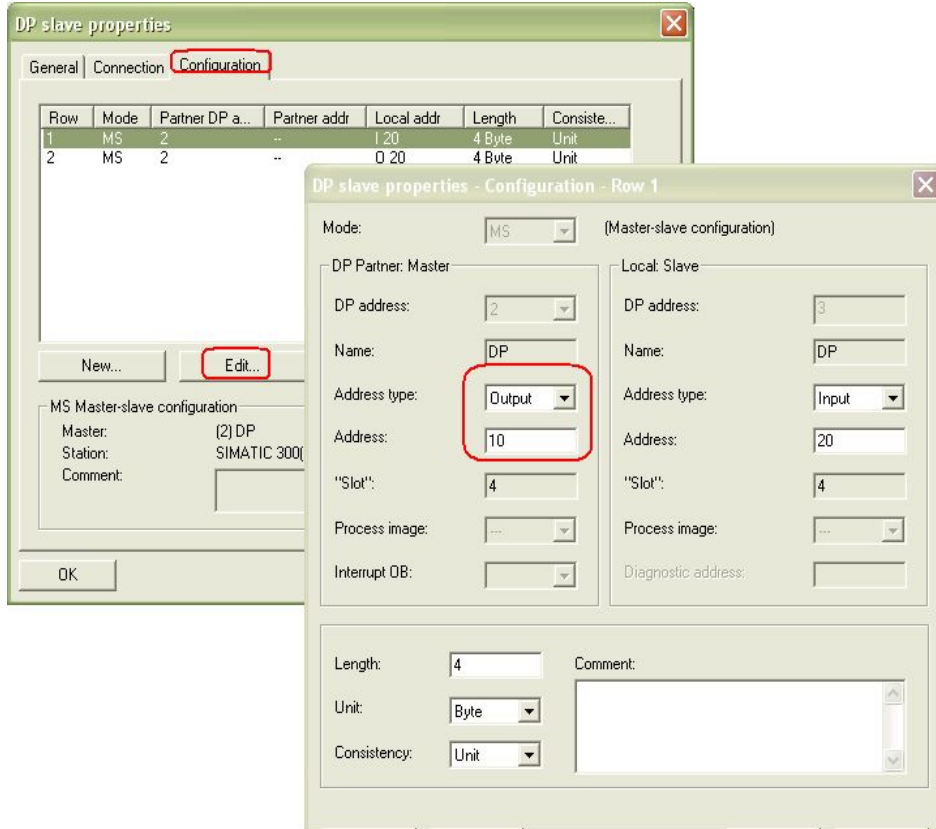
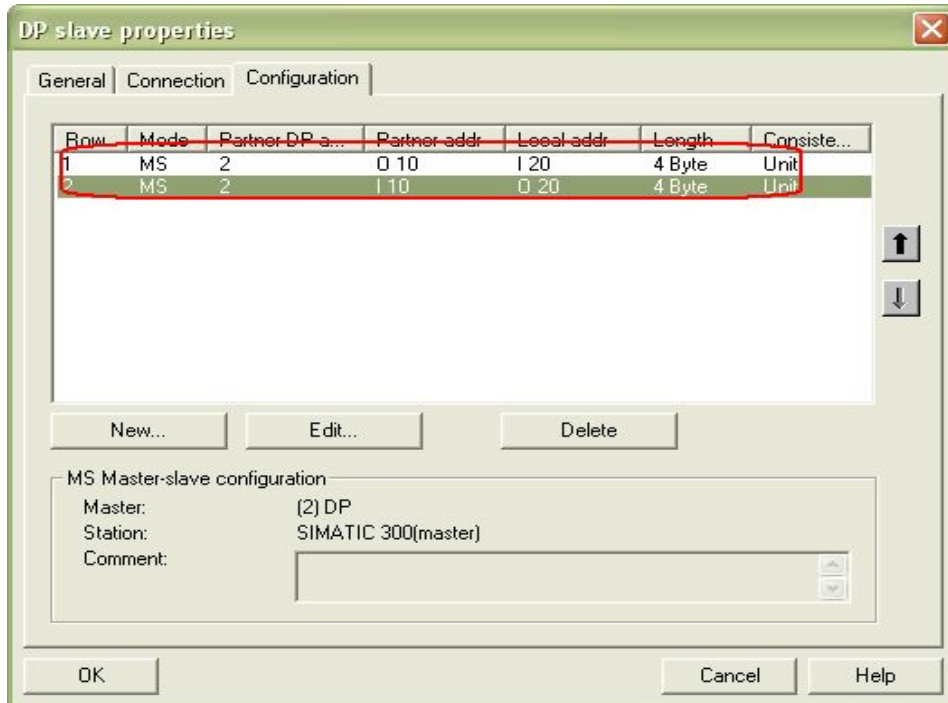

图 11 通信数据区设置
图 12 通信数据区
- 通信接口区：连接完成后，点击“Configuration”标签，设置主站的通信接口区从站的输出区与主站的输入区相对应，从站的输入区同主站的输出区相对应，如图 11 所示。图 12 为设置完成 I/O 通信区。